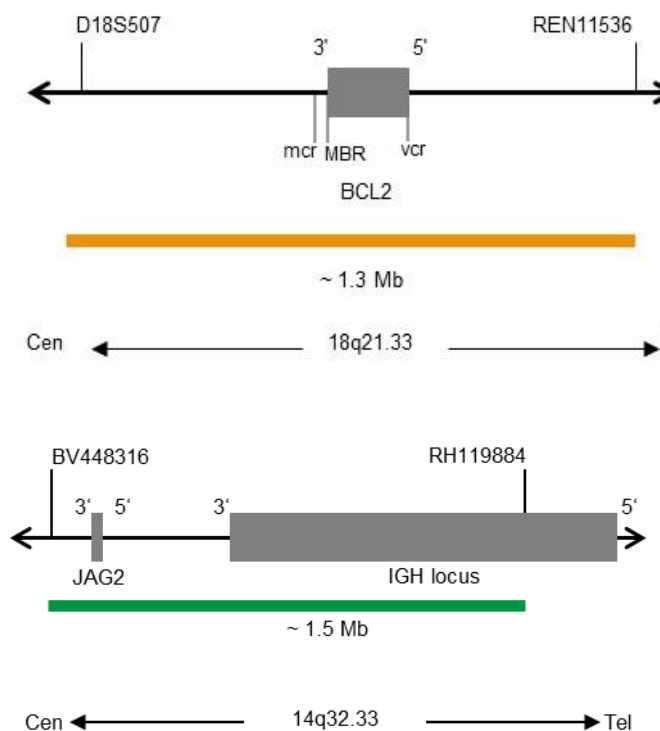

Fig. 1: In alto: Mappa della sonda SPEC BCL2. In basso: Mappa della sonda SPEC IGH (non in scala)
- Polinucleotidi (~6.0 ng/ μ l) marcati con ZyOrange (eccitazione 547 nm/emissione 572 nm), le cui sequenze target mappano in 18q21.33* (chr18:60,180,078-61,507,691) in cui è localizzato il gene BCL2 (vedere Fig. 1).
- Polinucleotidi (~12.0 ng/ μ l) marcati con ZyGreen (eccitazione 503 nm/emissione 528 nm), le cui sequenze target mappano in 14q32.33* (chr14:105,462,169-106,995,000) in cui è localizzato il locus IGH (vedere Fig. 1).